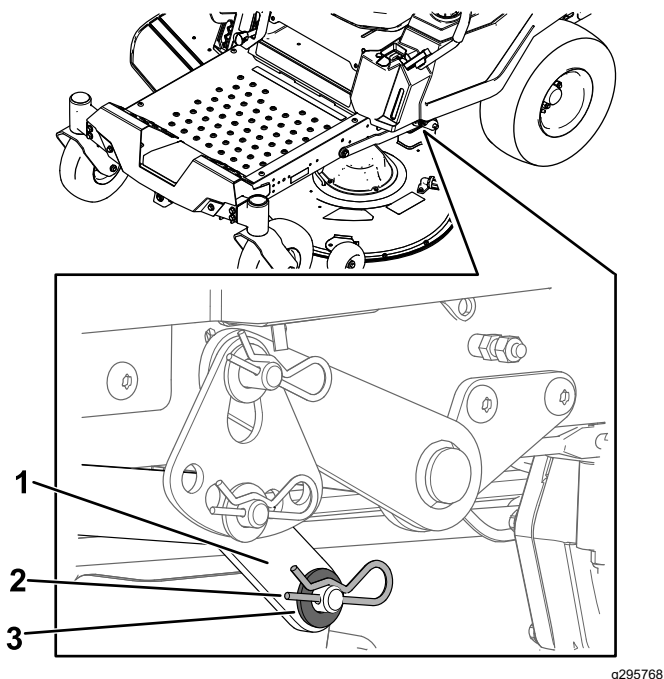

Рисунок 73
6. На одной стороне машины извлеките шайбу и шплинт из штифта деки (Рисунок 73).
7. Снимите подъемный рычаг со штифта деки (Рисунок 73).
5. На одной стороне машины поднимите заднюю часть деки газонокосилки и установите подъемный рычаг на штифт деки (Рисунок 73).
6. Установите подъемный рычаг с помощью шайбы и шплинта (Рисунок 73).